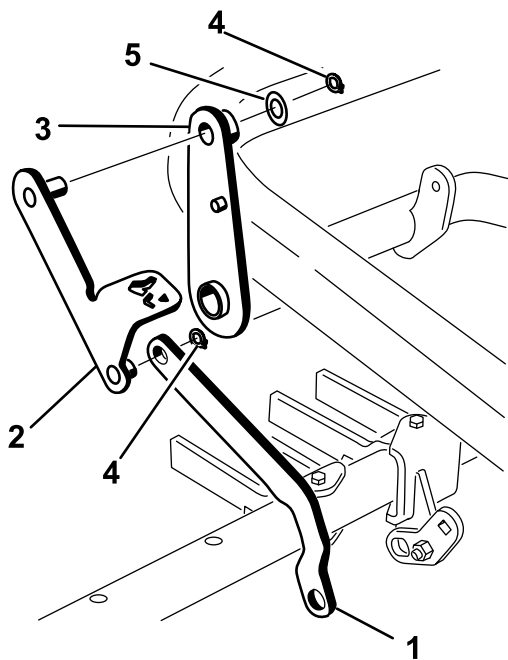

Figure 15
3. Glissez l'extrémité de la biellette de la barre porte-outil sur le tenon court du levier de la pédale, et fixez-la en place avec une bague de retenue (Figure 15).
4. Insérez le tenon à l'autre extrémité du levier de la pédale dans le haut du levier et fixez-le en place avec une rondelle (7/8 po) et une bague de retenue (Figure 15).